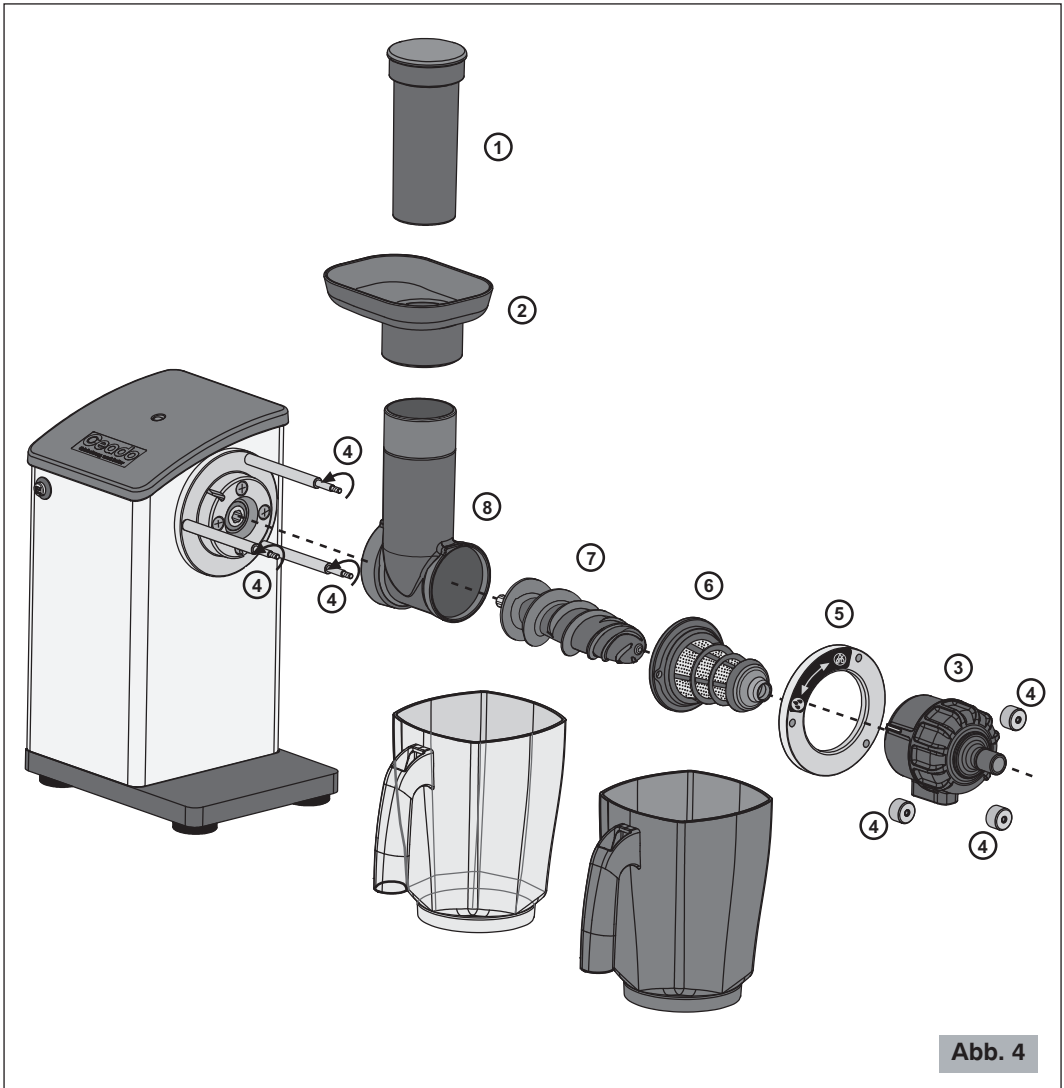

Abb. 4
1 Die Behälter entfernen und die Bestandteile in der Reihenfolge der Abbildung (Abb. 4) auseinandernehmen.
- 3** In umgekehrter Reihenfolge wieder zusammenbauen (Abb. 4).